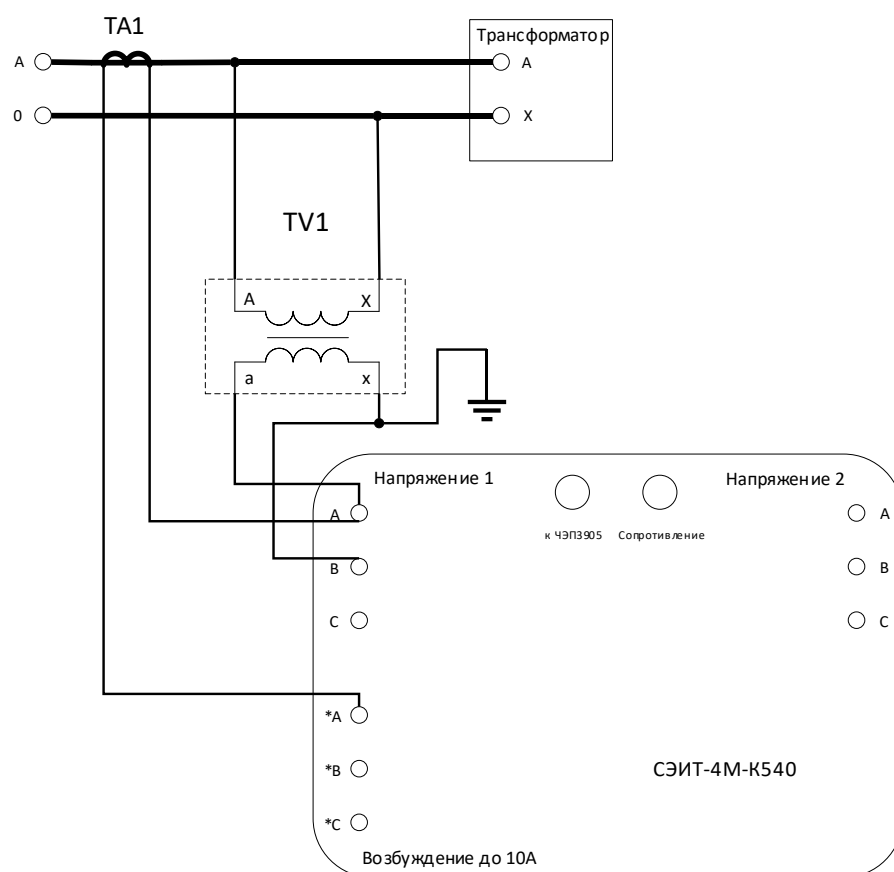

Рис. 26. Однофазная испытательная схема с использованием измерительных трансформаторов.
5.5.2.1. При однофазном подключении с использованием внешнего измерительного трансформатора напряжения (ИТН) должна использоваться схема, представленная на рис. 26.